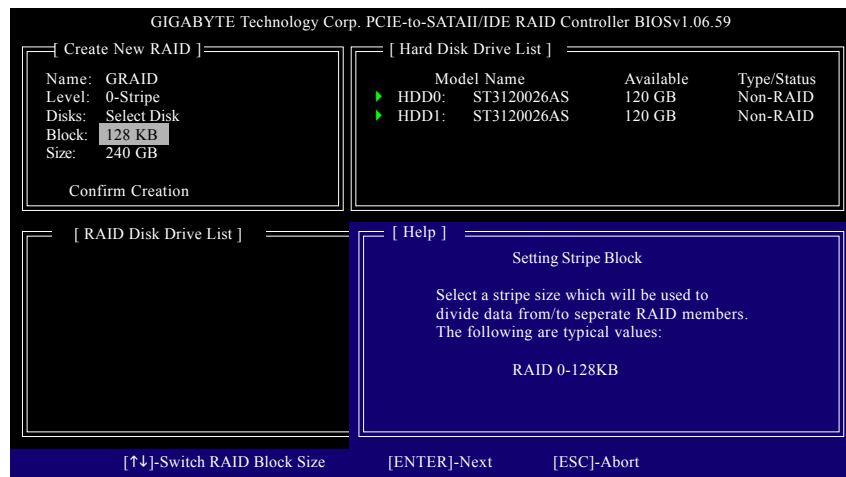

図 6
4. **ロックサイズの設定(RAID 0 のみ):** Block アイテムの下で、上または下矢印キーを使用してストライプブロックサイズを 4 KB ~ 128 KB の間で選択します (図 6)。<Enter> を押します。